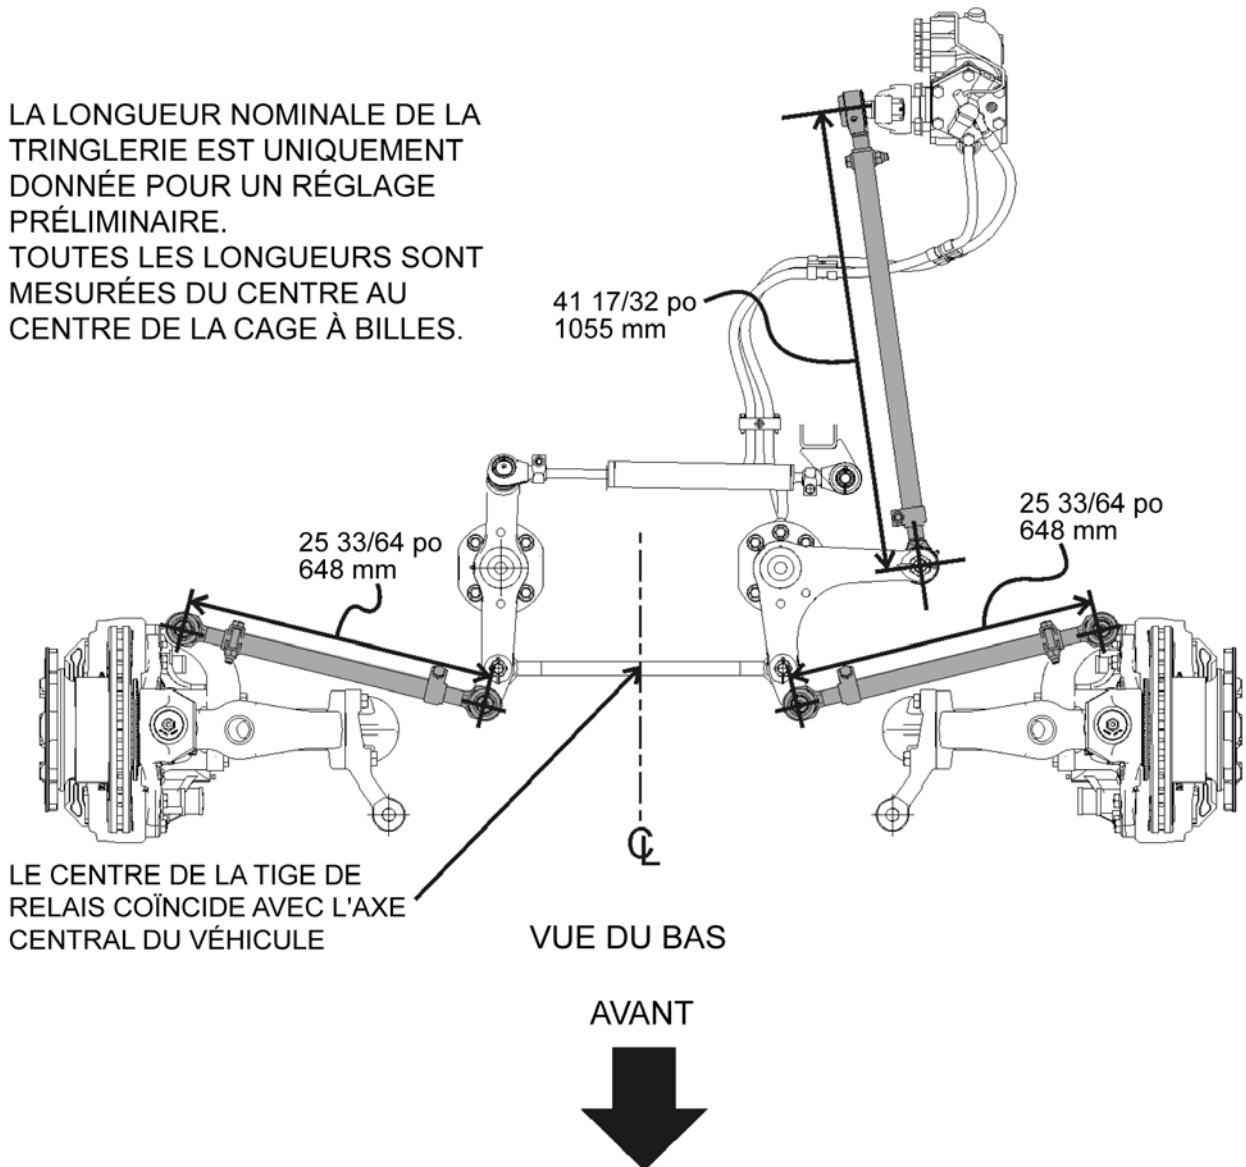

FIGURE 21 : LONGUEURS NOMINALES DE TRINGLERIE DE DIRECTION
7. S'assurer que la longueur de la tige du couple est 21 17/64 po (540 mm) FIGURE 21. Vérifier si la longueur de la tige du relais est 23 19/64 po (592 mm).